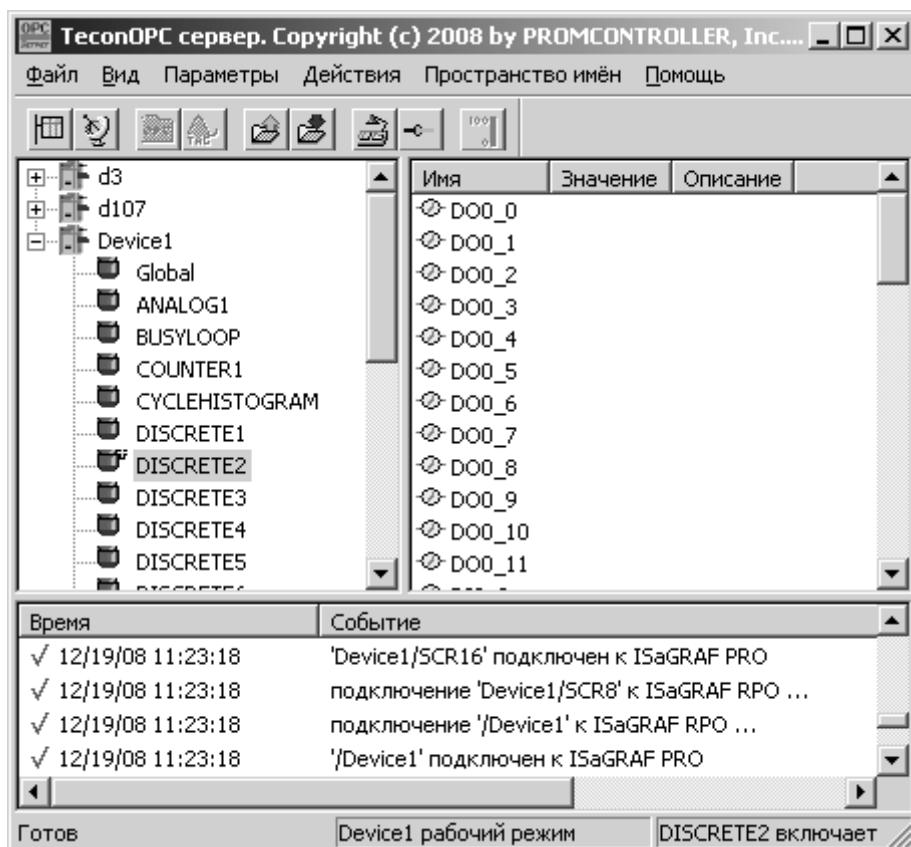
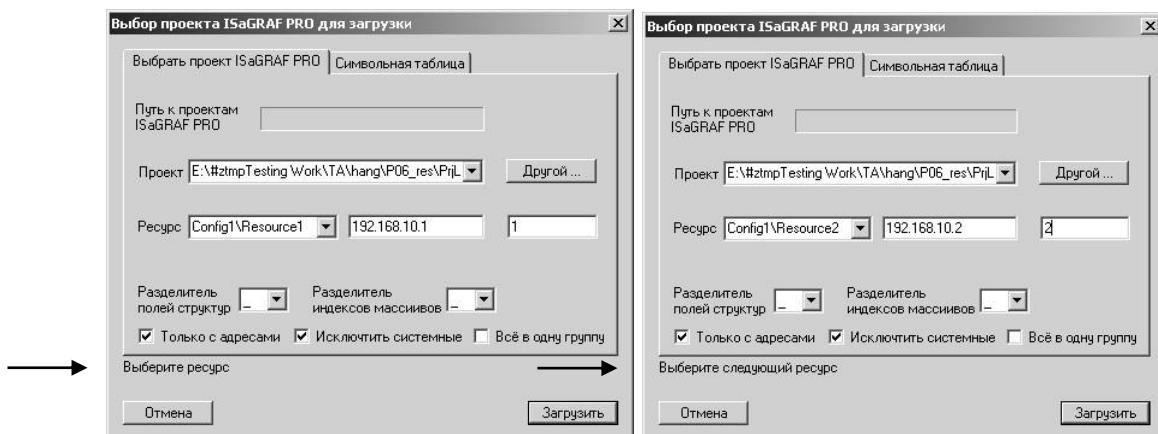
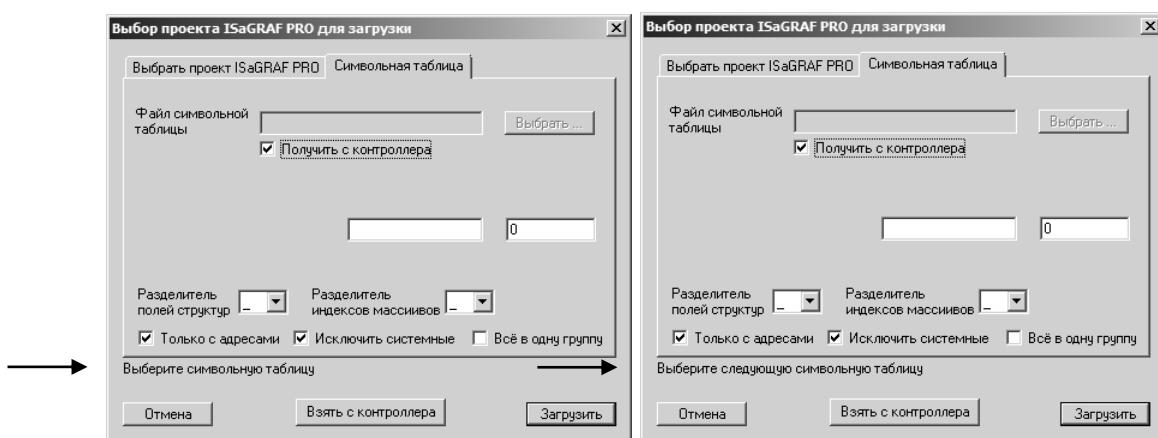
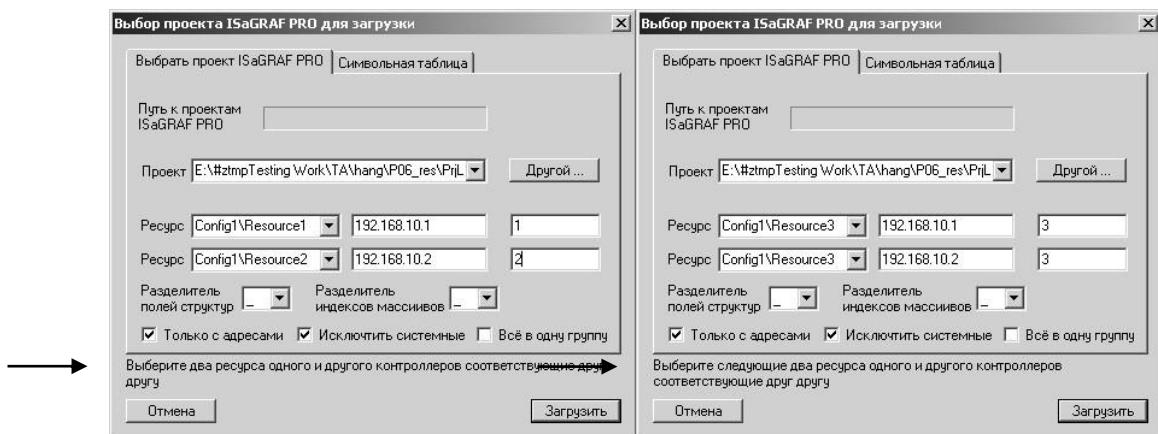

Рисунок 4.26 - Представление массива набором тэгов
Рисунок 4.27 - Окно добавления переменных проекта ISaGRAF (PRO, v.5.x) (активна закладка выбора проекта)
Рисунок 4.28 - Окно добавления переменных проекта ISaGRAF (PRO, v.5.x) (активна закладка Символьной таблицы)
Рисунок 4.29 - Окно добавления переменных проекта ISaGRAF (PRO, v.5.x) для резервированного исполнения контроллера (активна закладка выбора проекта)
- б) будет выведено окно для добавления переменных проекта ISaGRAF (PRO, v.5.x) в пространство имен TeconOPC. При вызове окна добавления переменных (см. Рисунок 4.27) программа автоматически осуществляет поиск имеющихся проектов ISaGRAF (PRO, v.5.x) в стандартной директории. Если производится добавление ресурсов для резервированного контроллера, то TeconOPC запрашивает указание ресурса для одного и для другого контроллера (см. Рисунок 4.29):
- 3) если доступа к проекту нет, а есть только символьная таблица («\*SymbolTarget.xtc»), то нужно переключиться на закладку «Символьная таблица» Рисунок 4.28, нажать на кнопку «**Выбрать...**» и выбрать нужный файл;
- 6) если в проекте есть массивы и структуры, то в пространство имён они попадают разбитыми на отдельные тэги, при этом имя формируется из имени переменной, имени поля и индекса массива. По умолчанию разделителем между именем переменной, полями структур и индексами массивов является символ «\_» (например, переменная массив DO0 из 12 элементов будет разбита на 12 тэгов см. Рисунок 4.26). При подключении в качестве разделителя можно выбрать либо «\_» либо «.» (см. Рисунок 4.27, Рисунок 4.28).
- г) в случае если происходит добавление контроллера и указанное количество ресурсов больше одного, то после нажатия на кнопку «Загрузить» появится окно для добавления данных следующего ресурса, о чём свидетельствует информационная строка (см. Рисунок 4.28 – слева запрос первого ресурса, справа запрос последующих ресурсов);